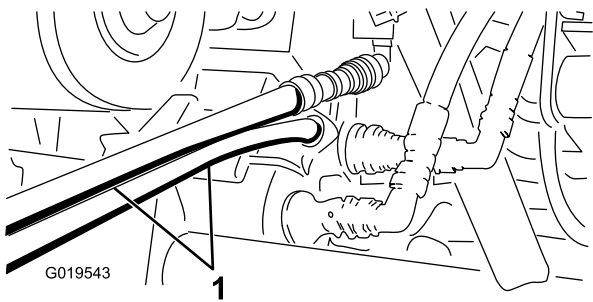

Figure 76
5. Sur l'autre machine, branchez les 2 flexibles au coupleur se trouvant encore dans le support (branchez le flexible supérieur au coupleur supérieur et le flexible inférieur au coupleur inférieur) (Figure 76).